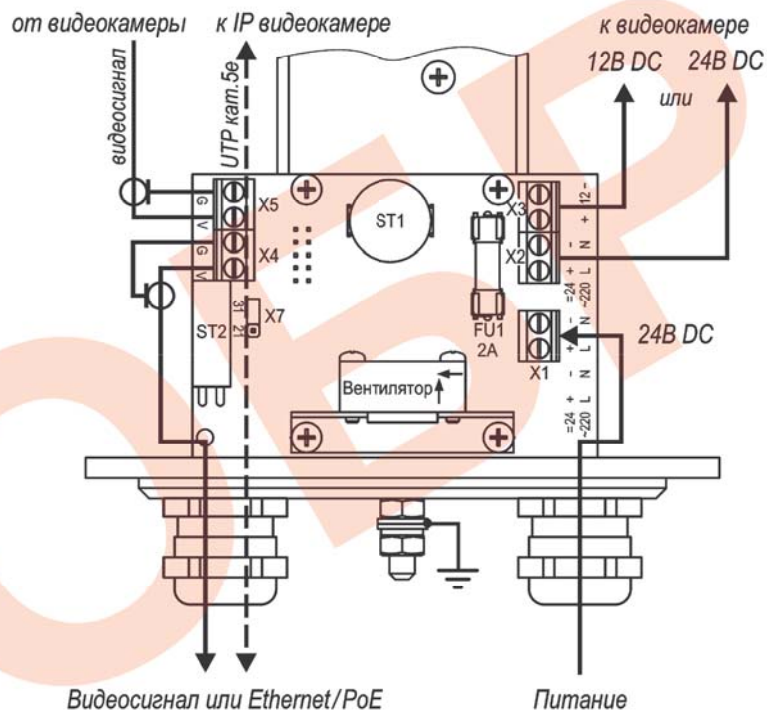

Рис.2 Подключение ТГБ-9-24/12(24)
4. Подсоединить видеокамеру к контактам платы коммутации в соответствии со схемой подключения (рис.2, 3 или 4).
5. Ввести через гермовводы внешние кабели (кабель видео или интерфейсный кабель и кабель питания) и подключить их к плате коммутации (рис.2 или 3).
Предприятием изготовителем джампер X7 установлен в положение «31» - мощность обогрева 31 Вт, для изменения мощности на 21 Вт джампер X7 необходимо переставить в положение «21» (см. рис.2 и 3).